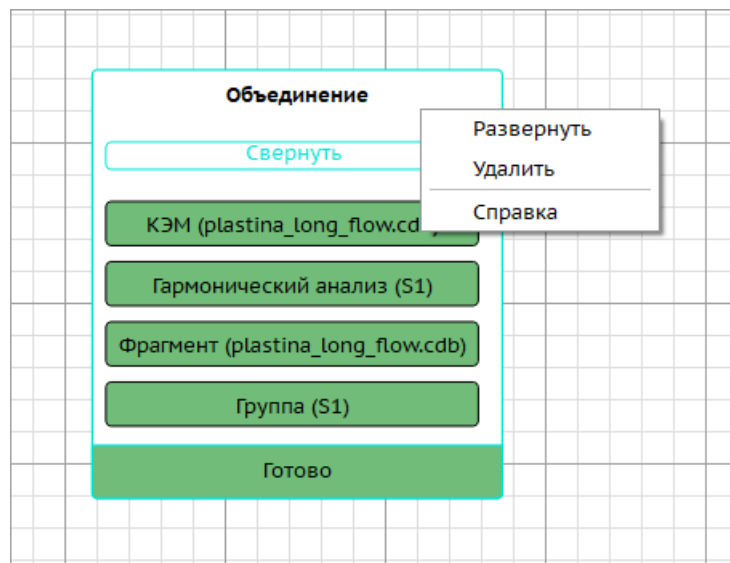

Рисунок 211 – Контекстное меню объединения
- «Удалить» – отменить объединение и удалить входящие в него карточки (а также их дочерние карточки) (Рисунок 211).